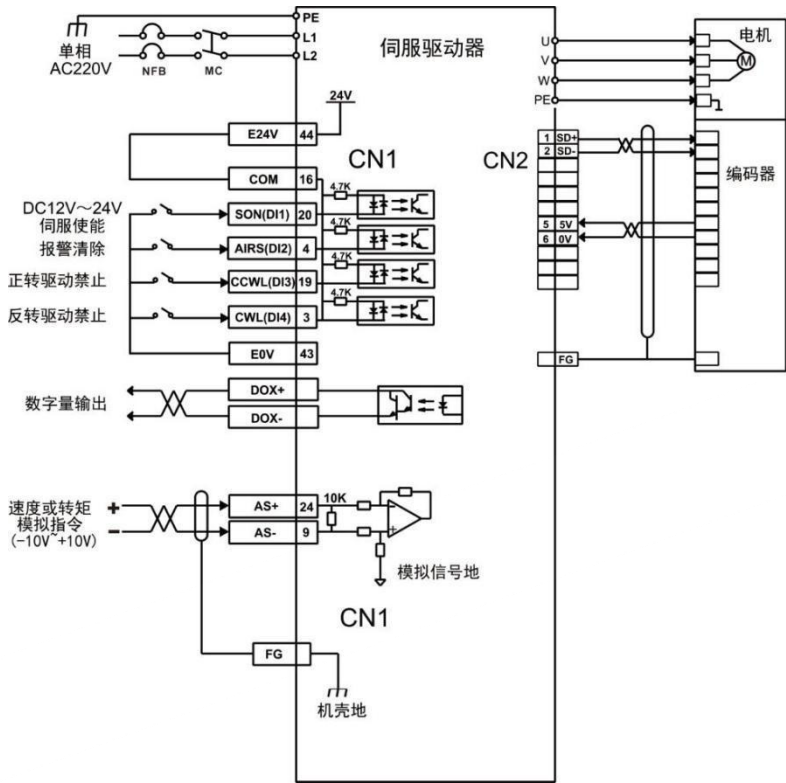

图5.4 速度模式接线图
- 3) 参考图5.4配线说明连接CN1端子中的所需的DI/DO信号，如伺服使能，报警清除，定位完成信号等。